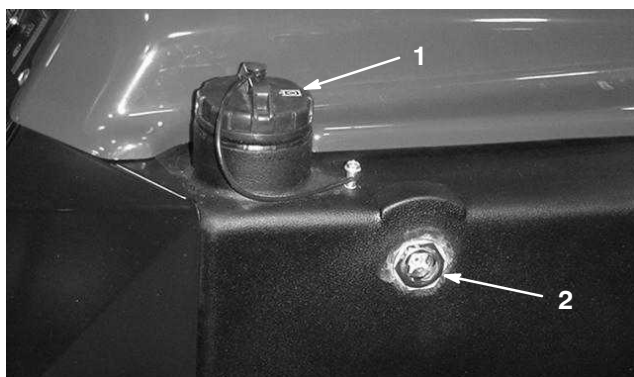

Figure 25
2. Contrôlez le niveau de liquide à travers le viseur (Fig. 25). Le niveau doit atteindre le bas du viseur lorsque le liquide est froid et le centre du viseur lorsque le liquide est chaud.
3. Si le niveau de liquide froid est en dessous du bas du viseur, retirez le bouchon du réservoir de liquide hydraulique (Fig. 25) et versez lentement du liquide hydraulique de haute qualité dans le réservoir jusqu'à ce que le niveau atteigne le bas du viseur. **Ne remplissez pas excessivement.**